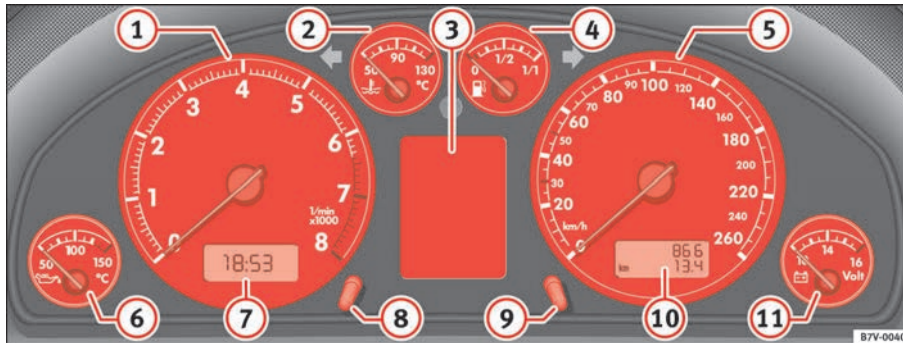

Abb. 44 Ausschnitt aus der Instrumententafel: Kombiinstrument
Steht zum Beispiel der Zeiger genau über der 2, so entspricht das einer Drehzahl von 2000/min ⇒ Abb. 44 ①.
- Drehen Sie den Stellknopf \Rightarrow Seite 64, Abb. 44 ⑧ entgegen dem Uhrzeigersinn kurz, um jeweils eine Stunde vorzustellen, oder
Das obere Zählwerk im Kilometerzähler \Rightarrow Seite 64, Abb. 44 ⑩ registriert die gesamte zurückgelegte Fahrstrecke.
Das untere Zählwerk registriert die Kurzstrecken. Die letzte Stelle steht für Strecken von 100 m. Der Kurzstreckenzähler kann durch Drücken des Rückstellknopfs \Rightarrow Seite 64, Abb. 44 ⑨ auf Null gestellt werden. ■
Das Voltmeter ⇒ Seite 64, Abb. 44 ⑪ zeigt die Spannung im elektrischen Bordnetz an. Der Normalwert beträgt zwischen 12 und 15 Volt. Sinkt die Anzeige bei laufendem Motor auf unter 12 Volt ab, ist die Stromversorgung (Batterie und Generator) bei einem Fachbetrieb prüfen zu lassen.
Die Anzeige des Serviceereignisses erfolgt entweder über das Display des Kilometerzählers ⇒ Seite 64, Abb. 44 ⑩ bzw. im Display⁷⁾ im Kombiinstrument ⇒ Seite 64, Abb. 44 ③.